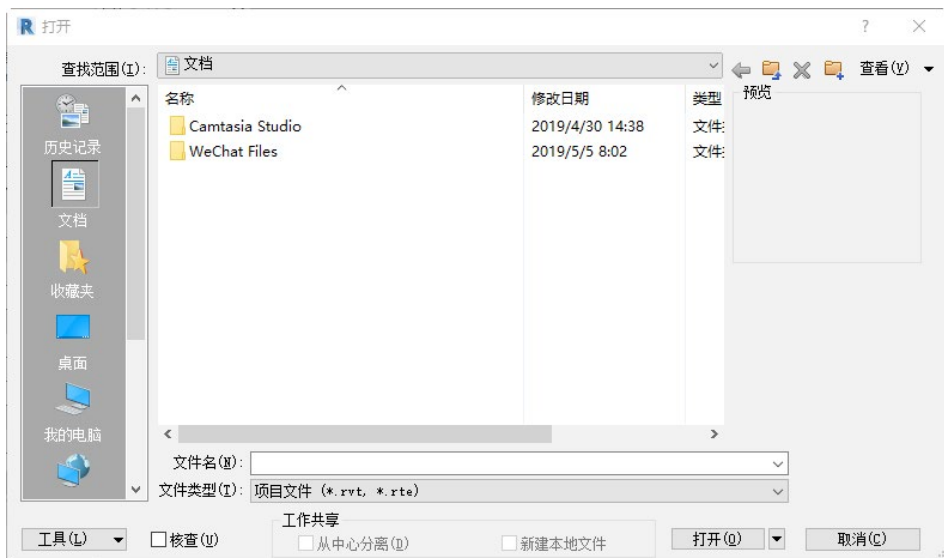

图 1-33 “打开”对话框
- 项目：单击此命令，打开“打开”对话框，在对话框中可以选择要打开的 Revit 项目文件和族文件，如图 1-33 所示。